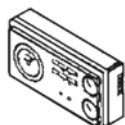

Fig. 4.2
- установите регулятор комнатной температуры на требуемую температуру ( $\sim 20^{\circ}\text{C}$ ), либо, если в системе установлен программируемый таймер или система терморегулирования, убедитесь в том, что она «активирована» и установлена ( $\sim 20^{\circ}\text{C}$ ) (рис. 4.2)